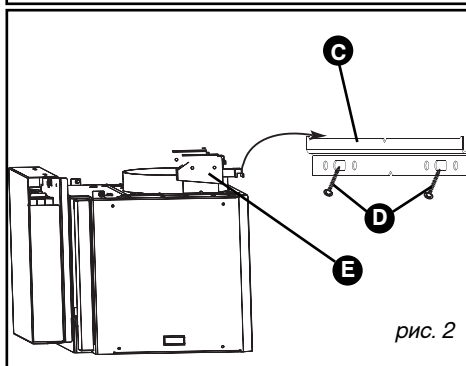

рис. 2
– Отрегулируйте высоту и уровень при помощи регулировочных винтов (E/рис. 2) кронштейнов (верхний винт для горизонтали, нижний винт для прилегания к стене).